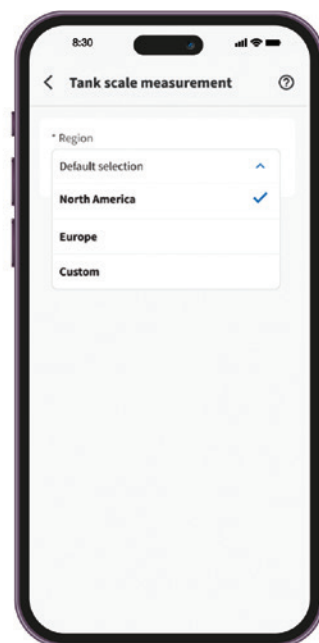

Fig. 12
- Aprire l'app Napoleon Home e andare alla sezione Bilancia Bombola (**Fig. 12**).